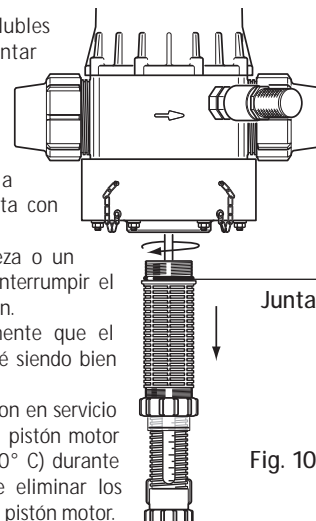

Fig. 10
- 1 - Cuando utiliza productos solubles disueltos, se recomienda desmontar periódicamente la parte dosificación completa, (véase : § CAMBIO DE LAS JUNTAS DE LA PARTE DOSIFICACIÓN). Aclararla con agua abundante y volver a montarla después de haber engrasado la junta con una grasa de silicona (Fig. 10).